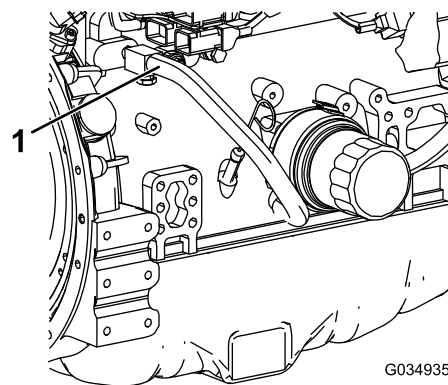

Figure 125
- 7. Débranchez le flexible de liquide de refroidissement du refroidisseur d'huile moteur (Figure 125).